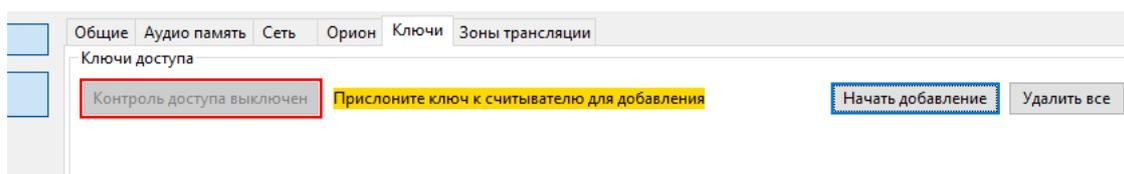

Рисунок 2.2.17. Добавление нового ключа доступа.
1) Нажать кнопку «Начать добавление». Появится надпись «Прислоните ключ к считывателю для добавления» (Рисунок 2.2.17). На лицевой панели консоли начнет мигать индикатор «Доступ», синхронно с ним будет звучать длинный звуковой сигнал.